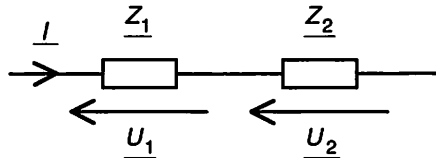

Figure 4.4 Mise en série
• Association d'impédances en série (Fig. 4.4)